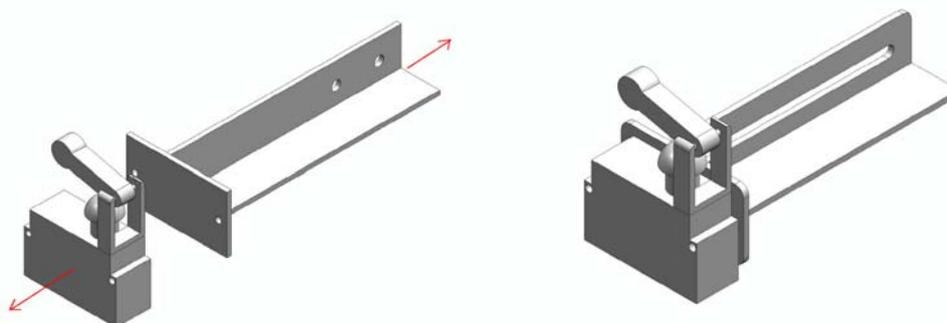

Fig.17 Fissaggio dello switch su supporto modificato
22. Separare lo switch dal suo supporto ed unirlo al supporto modificato mediante 2 viti a testa esagonale M4 L 35 mm con relative rosette piane, grover e dadi esagonali (Fig.17).